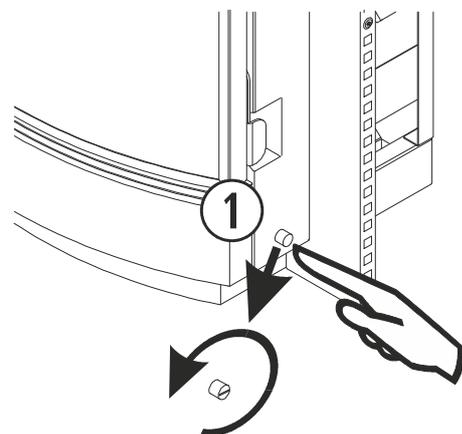

Figura 27
- 6.11.** Nel caso in cui il motore riduttore non giri e il visualizzatore indichi gli impulsi, la prima cosa che dobbiamo fare è scollegare la stufa e verificare se il termostato di sicurezza è attivato. *Con la stufa scollegata*, controllare il termostato di sicurezza che si trova all'interno della stufa. Troveremo i termostati di sicurezza e riarmo nei modelli di stufa, accedendo sempre dal laterale destro (aprire la porta laterale destra). Uno montato sulla camera di combustione e l'altro nella parte inferiore del serbatoio. Nei modelli ad incasso, il termostato del serbatoio mantiene la posizione bassa del serbatoio, ma il termostato di sicurezza relativo alla camera di combustione si può attivare dall'esterno dell'incastro, svitando il tappo che lo protegge. Nel modello ad incasso *ECO III insert* (figura 27), lo troviamo nella parte inferiore del laterale destro. Invece, nel modello *Córdoba*, si accede al termostato aprendo la porta del focolare, nel laterale destro, sopra al sistema di chiusura della porta. Per attivarlo si deve premere il bottone, se il termostato è attivato sentirà un "clic". Se il termostato di sicurezza era già stato attivato in precedenza, consulti il suo fornitore.
① Termostato de seguridad y rearme.